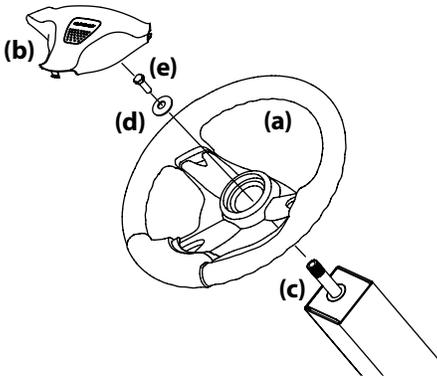

Figura 2-7
- Retire los elementos de ferretería para fijar el volante (a) que están debajo de la tapa del volante (b). Extraiga con cuidado la cubierta del volante (b) mediante palanca para retirar los elementos de ferretería. Consulte la Figura 2-7.
- Con las ruedas del tractor ubicadas rectas hacia adelante, coloque el volante (a) sobre el eje de dirección (c). Consulte la Figura 2-7.
- Coloque la arandela plana y la arandela Belleville (d) por encima del volante (a) y ajústela con el tornillo hexagonal (e). Consulte la Figura 2-7.
- Coloque la cubierta del volante (b) sobre el centro del volante (a) y empuje hacia abajo hasta que calce en su lugar. Consulte la Figura 2-7.